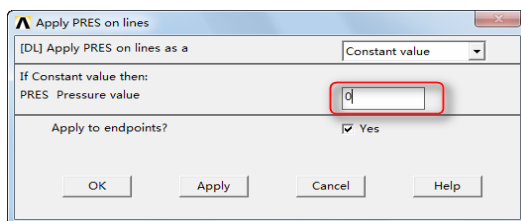

图 5-92 “Apply PRES on lines”对话框
③定义出口处的压力边界条件：依次选择 Main Menu→Preprocessor→Loads→Define Loads→Apply→Fluid/CFD→Pressure DOF→On Lines，会弹出“拾取”对话框。拾取出口矩形的右边，单击“OK”按钮，弹出“Apply PRES on lines”对话框，如图 5-92 所示。在“Apply PRES on lines”对话框中 PRES Pressure value 后输入 0，单击“OK”按钮关闭 Apply PRES on lines 对话框。